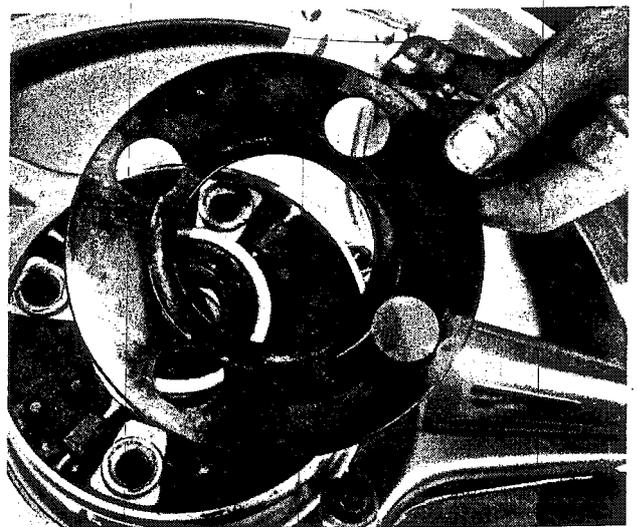

Bild 268
- Die Mitnehmerbolzen des Zahnkranzes greifen in Leichtmetallblöcke, die in ein Gummiformstück eingesetzt sind (Bilder 269, 270, 271). Nach dem Ausbau des Zahnkranzes mit den Mitnehmerbolzen kann der Deckel über dem Antriebsstossdämpfer abgehoben werden (Bild 268). Darunter werden die Leichtmetallblöcke und Gummiformstücke zugänglich. Die Leichtmetall- und Gummiteile herausnehmen und prüfen. Abgenützte oder verformte Teile müssen satzweise ersetzt werden.